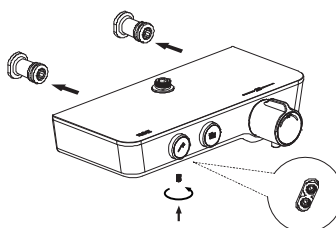

Figura 4
a) Conecte la barra de ducha termostática ⑩ en los conectores curvos (Figura 4). El lado izquierdo es de agua caliente y el derecho de agua fría. Utilice la llave Allen para asegurar.